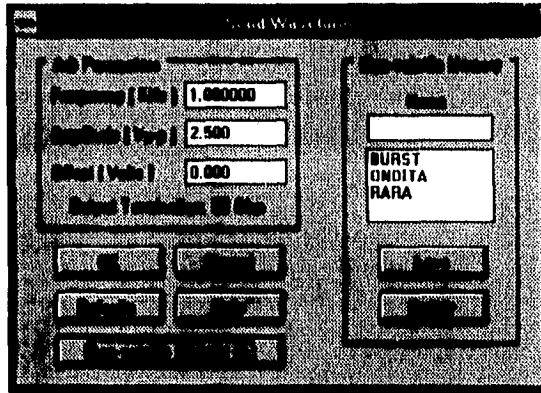

Figura 4.32
1. Seleccionar I/O /Send Waveform... de la barra de menú o presionar el icono correspondiente. Aparecerá el cuadro de diálogo SEND WAVEFORM como el de la Figura 4.32.